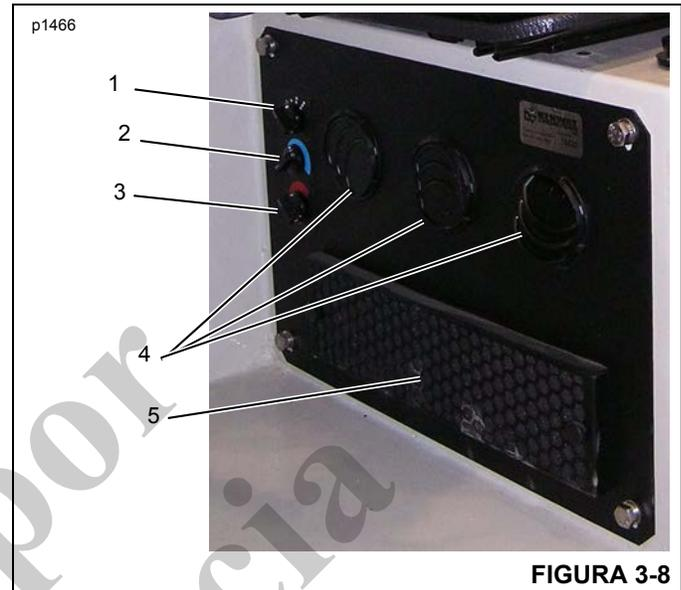

FIGURA 3-8
El interruptor del ventilador (1) (Figura 3-8) es un interruptor de cuatro posiciones que controla la velocidad del ventilador.